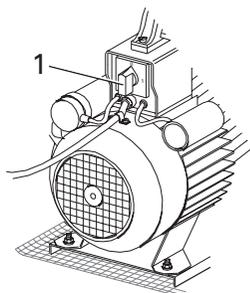

Рис.17: Кнопка «Вкл./Выкл.» на компрессоре
- Убедитесь, что компрессор выключен (рис. 17, 1)
- Убедитесь, что компрессор включен: выключатель находится в положении «1» (Рис. 17,1)